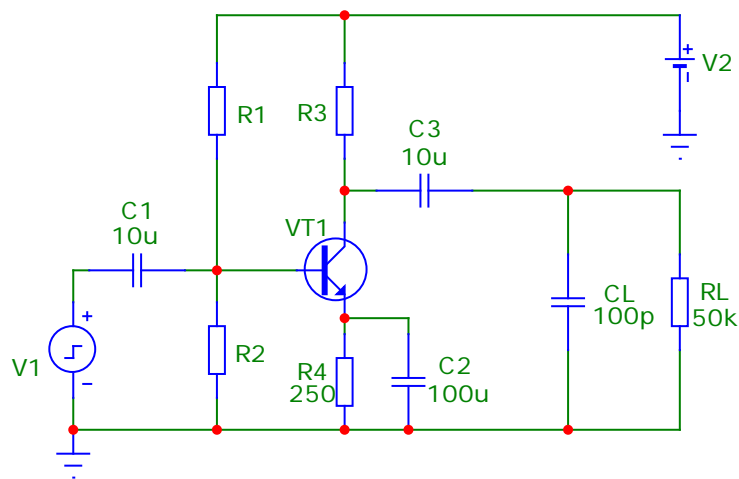

Рис. 4.1. Схема резистивного усилителя на БТ
Принципиальная электрическая схема однокаскадного резистивного усилителя на биполярном транзисторе (БТ) типа $n-p-n$, включённом по схеме с общим эмиттером, показана на рис. 4.1. Резисторы R1 и R2 образуют базовый делитель напряжения. Резистор R4 совместно с базовым делителем обеспечивает температурную стабилизацию рабочей точки. Резистор R3 является нагрузкой транзистора по постоянному току. Конденсаторы C1 и C3 – разделительные, а C2 – блокировочный. Резистор RL и конденсатор CL¹⁾ имитируют активную и емкостную составляющие проводимости нагрузки.
4. Рассчитайте следующие основные характеристики усилителя для номиналов элементов, указанных на схеме рис. 4.1 и рассчитанных в п. 2:
1. В соответствии с номером варианта по табл. 4.1 выберите тип транзистора и параметры режима по постоянному току. Составьте схему усилителя с заданным типом БТ и рассчитанными значениями сопротивлений резисторов R1 и R2. Обозначения компонентов на этой схеме должны соответствовать рис. 4.1. При использовании БТ типа *n-p-n* на коллектор нужно подавать положительное напряжение от источника питания V2, как показано на рис. 4.1, а при использовании транзистора типа *p-n-p* – отрицательное.